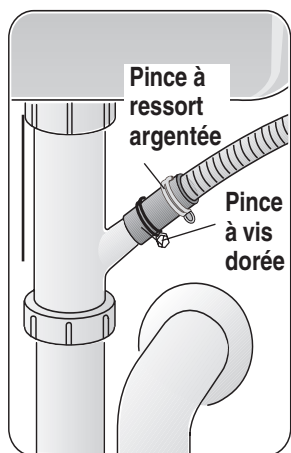

Figure 24
- 1 Directement sous la connexion de vidange de l'évier, **figure 24**.